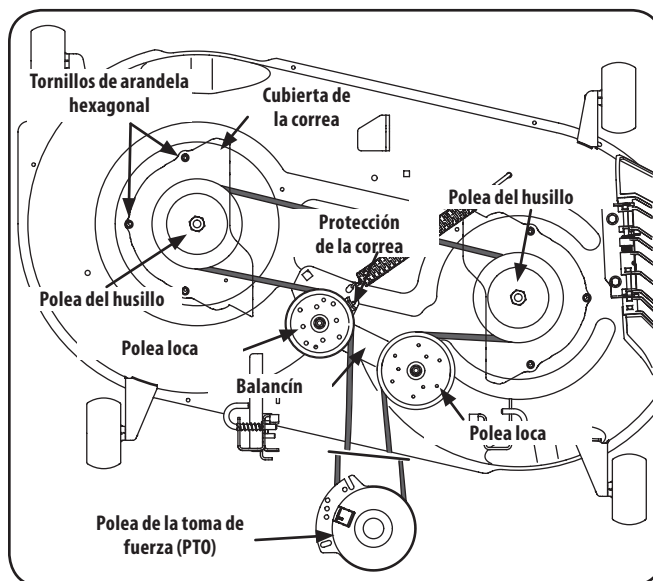

Figura 7-10
2. Retire los tornillos de arandela hexagonal que sujetan las cubiertas de las correas a la plataforma. Consulte la Figura 7-10.
- Instale la nueva correa alrededor de las poleas del husillo tal como se muestra y reinstale las cubiertas de las correas. Consulte la Figura 7-10.